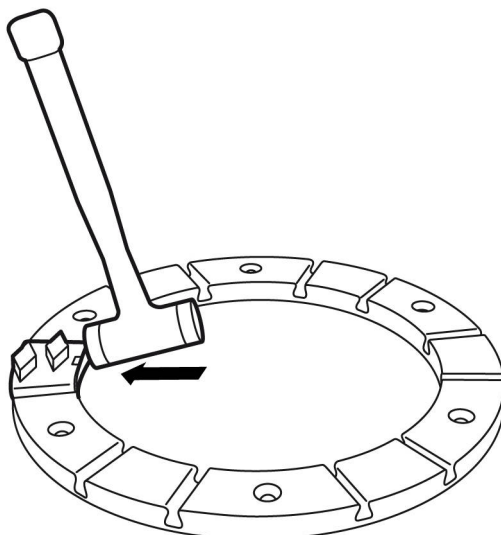

Abbildung 4-3. Verriegeln eines Schleifwerkzeugs
2. Verriegeln Sie das Schleifwerkzeug im Werkzeughalter durch einige leichte Schläge mit einem Gummihammer, siehe Abbildung 4-3, Seite 17.
3. Verriegeln Sie das Schleifwerkzeug im Werkzeughalter durch einige leichte Schläge mit dem Gummihammer, Abb. 4-3.